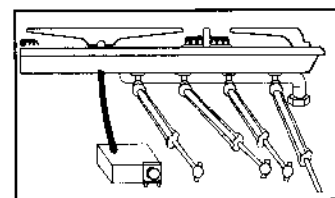

Рис. 20
- Когда плита будет установлена, проверьте надежность и герметичность установки, убедитесь, что телескопические исполнительные механизмы и распределительная коробка направлены к внешней стороне кухонного рабочего стола (рис. 20).